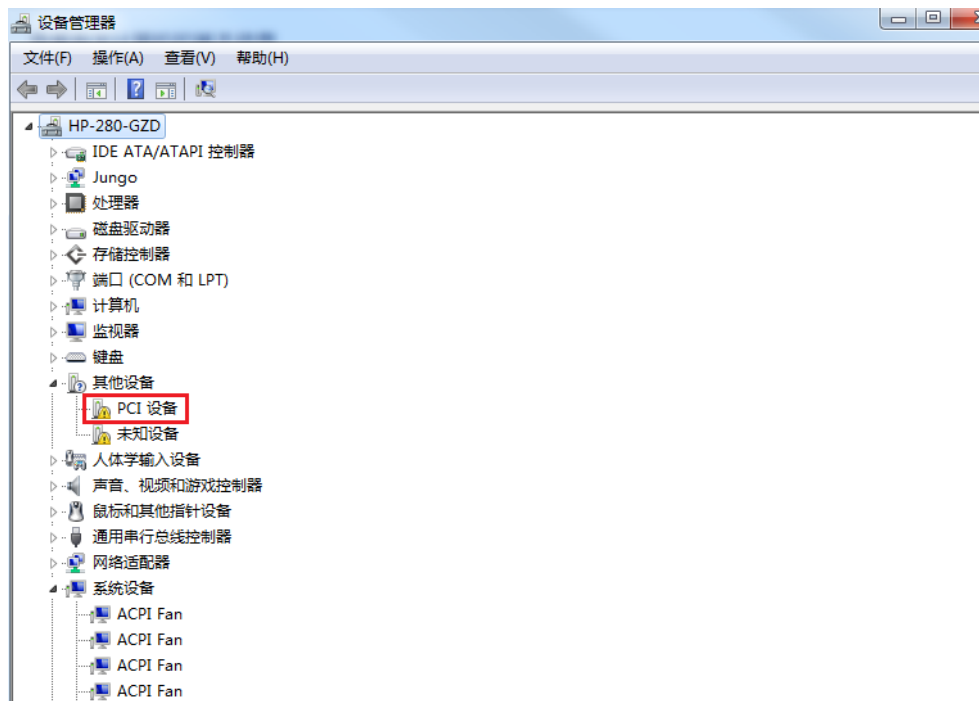
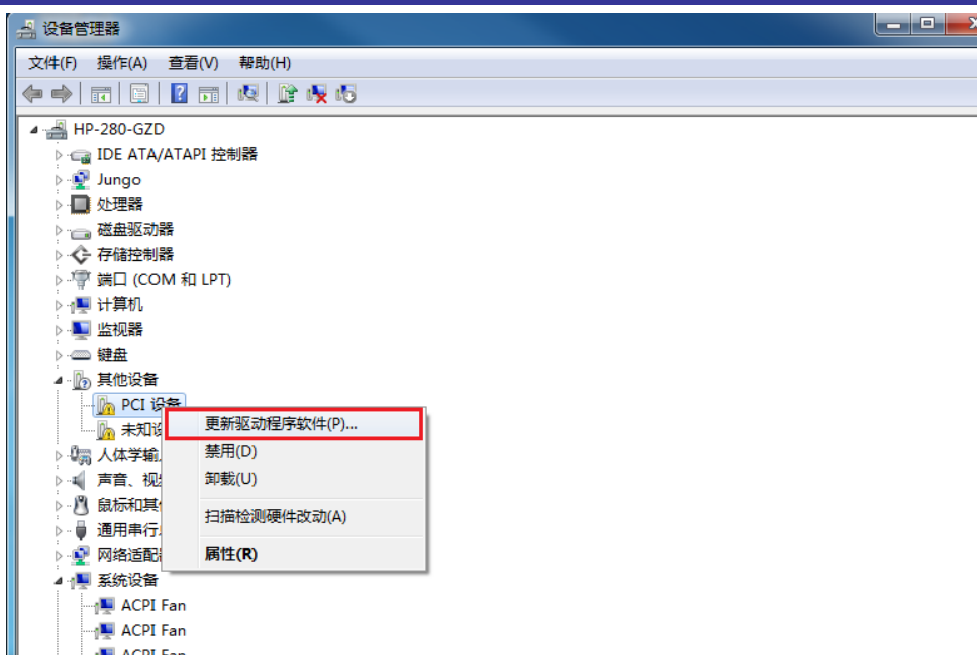

图 2-1 控制器驱动程序安装界面 1
图 2-2 控制器驱动程序安装界面 2
- (1) 在硬件安装好，启动计算机后，Windows 将自动检测到运动控制器，打开“设备管理器”，如图 2-1 所示。
- (2) 登陆网站下载驱动程序，并将驱动程序拷贝到 C:\中为例进行说明。
- (3) 选中“PCI 设备”，点击鼠标右键。如图 2-1 及图 2-2 所示，点击“更新驱动程序软件(P)...”。